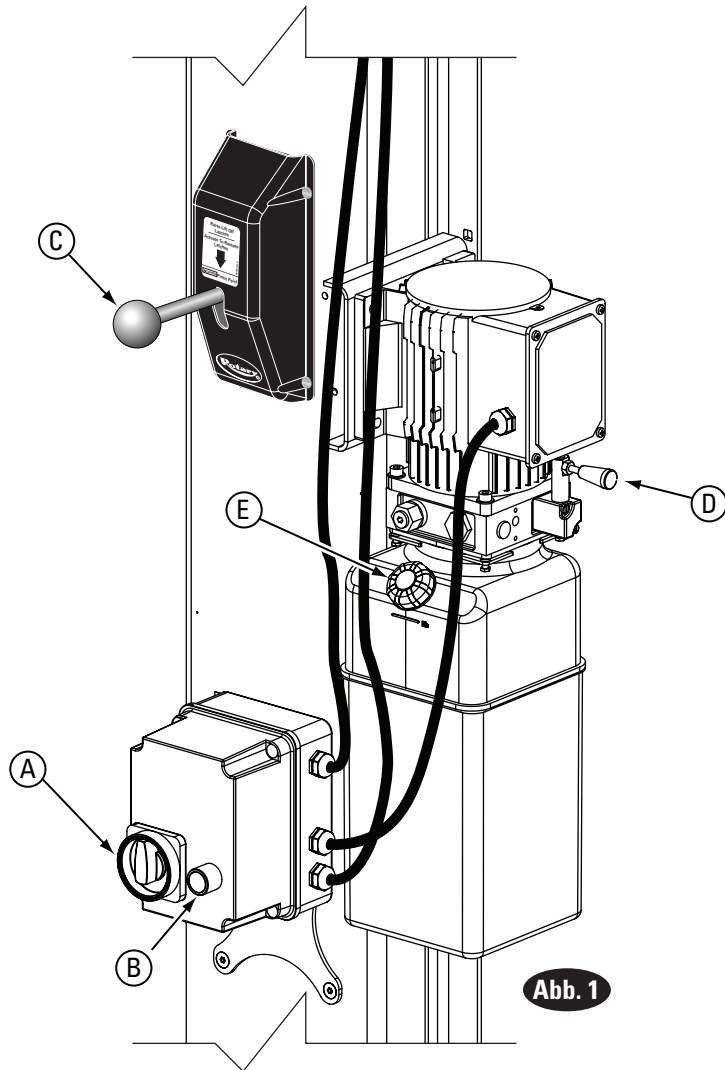
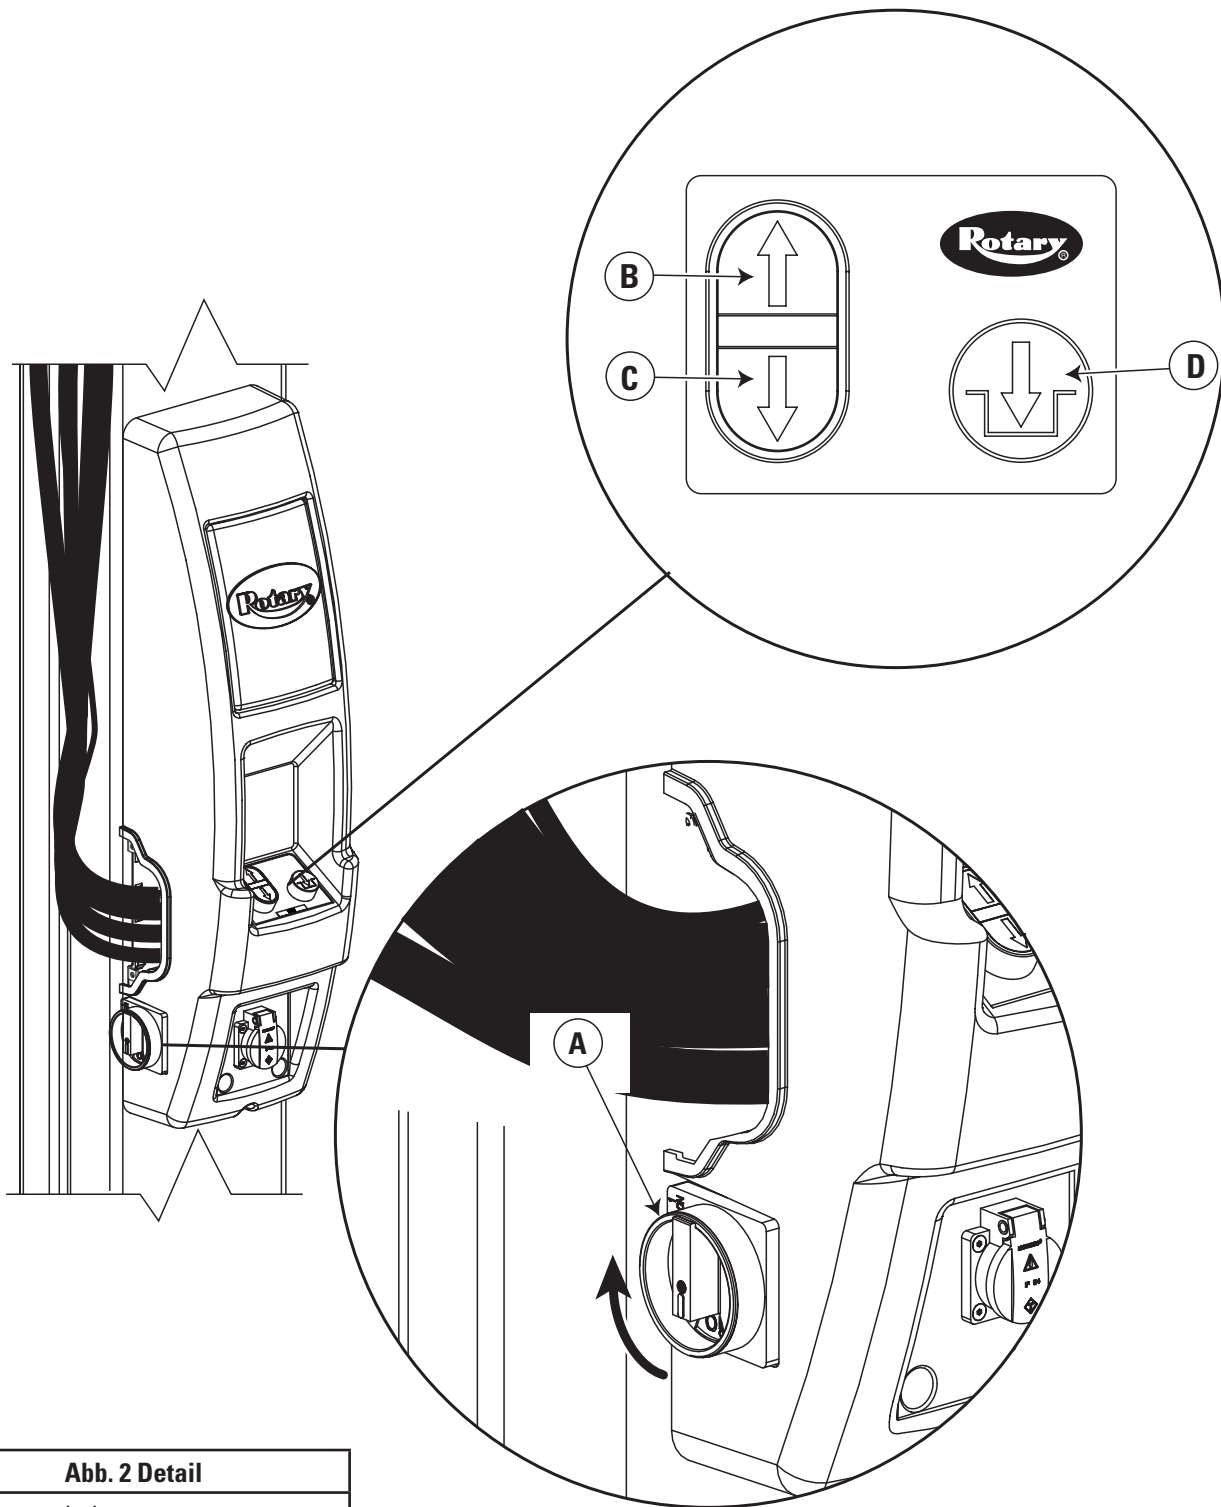

Abb. 1 Detail
Abb. 2 Detail
- E-Stopp-Schalter auf Position „ON“ drehen (Abb.1). Bei Hebebühnen der E-Serie E-Stopp-Schalter auf „ON“ drehen (Abb. 2).
- Bei Hebebühnen der M-Serie: HEBESCHALTER auf Steuerkasten betätigen, um Hebebühne anzuheben (Abb. 1).
- Für Hebebühnen der E-Serie: Auf Bedienfeld drücken (Abb. 2).
- ABSENKVENTIL-Hebel zum Absenken drücken, Abb. 1.